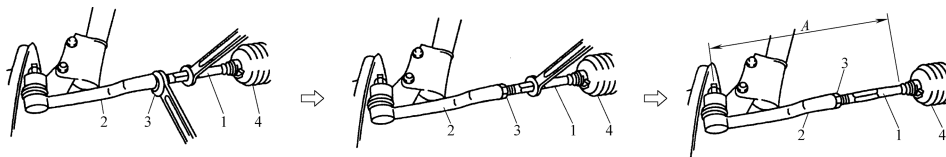

图 3-145 前束调整
前束的调整如图 3-145 所示, 通过改变该转向横拉杆长度的方式调整前束。
- 3) 在调整中, 左右横拉杆长度应相等 (见图 3-145 中的 A)。